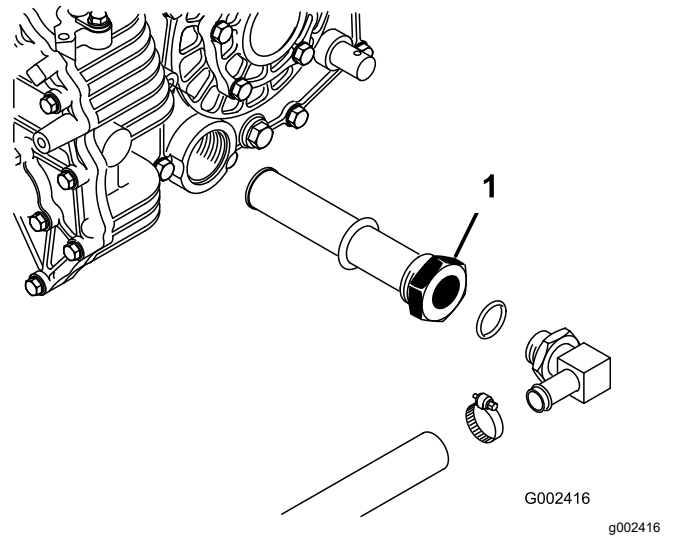

图 70
5. 记下连接至液压油箱侧面滤网的液压油软管和 90°接头的方向 图 70。